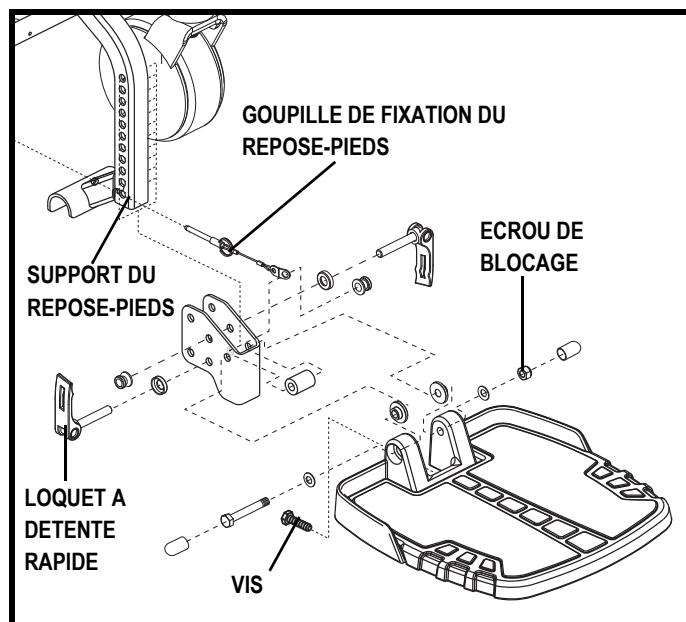
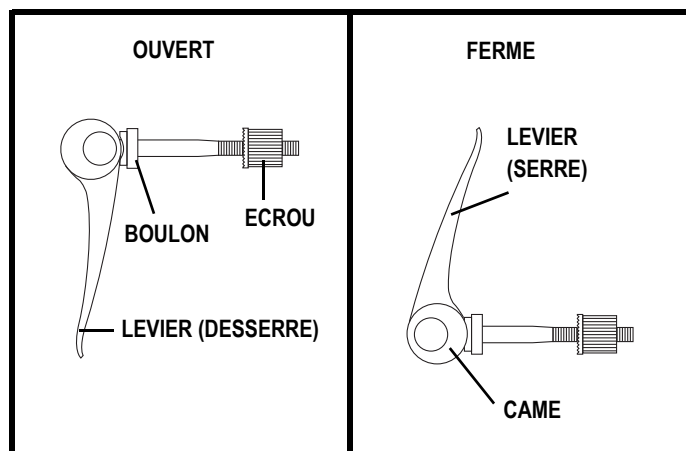

Figure 16. Ajustement du repose-pieds
Figure 17. Opération du loquet à détente rapide
1. Détendez et retirez les loquets à détente rapide du support du repose-pieds. **Voir la figure 16.**
1. Appuyez sur le bouton pression du loquet pour le retirer de la fixation. **Voir la figure 16.**
Loquets à détente rapide: Le repose-pieds est fixée à la base motorisée à l'aide de deux loquets à détente rapide. **Voir la figure 16.** Chaque loquet est composé d'un levier à came, d'un boulon et d'un écrou. **Voir la figure 17.** La came à l'extrémité du levier lui permet de s'ouvrir ou de se refermer en place. Quand au loquet, il peut se desserrer ou se resserrer. Lorsque le levier est ouvert le loquet est desserré. Tandis que lorsqu'il est fermé, il est serré.